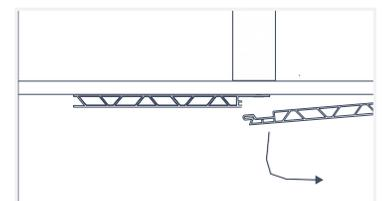

Fig. 33
5. Ensuite, inclinez le panneau suivant pour l'écarter, et retirez les vis du panneau (Fig. 33).